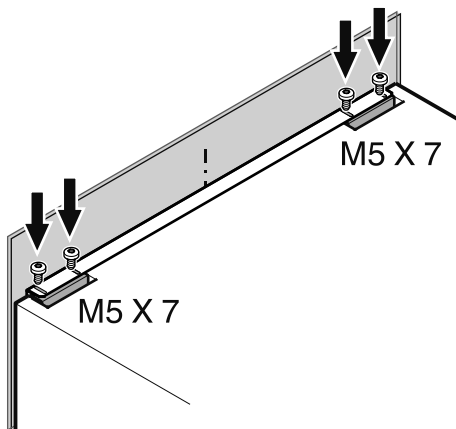

Figure 19
4. Fixer l'appareil à l'aide de vis M5 x 7 (Figure 19).